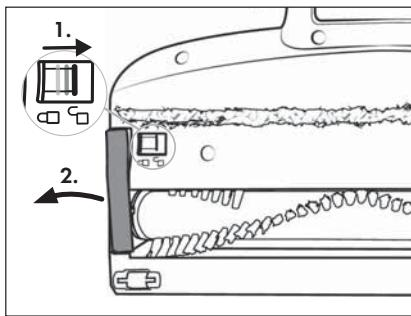

Abb. 29
- Reinigen Sie die Bürstenrolle ②1 regelmäßig, um einen ordnungsgemäßen Betrieb des Gerätes zu gewährleisten und Ausfälle zu vermeiden.
- 1) Entfernen Sie die Bodenbürste ②2 vom Saugrohr ②4 bzw. vom Gerät (siehe Kapitel **Demontage des Gerätes**). Drehen Sie die Bodenbürste ②2 um.
- 2) Entriegeln Sie die Bürstenrolle ②1, indem Sie die Bürstenrollenentriegelung ⑩ mit dem Finger in Richtung des Symbols □ (öffnen) schieben. Entfernen Sie dann den Bürstenrollenhalter ②0 von der Bodenbürste ②2 (siehe Abb. 29).